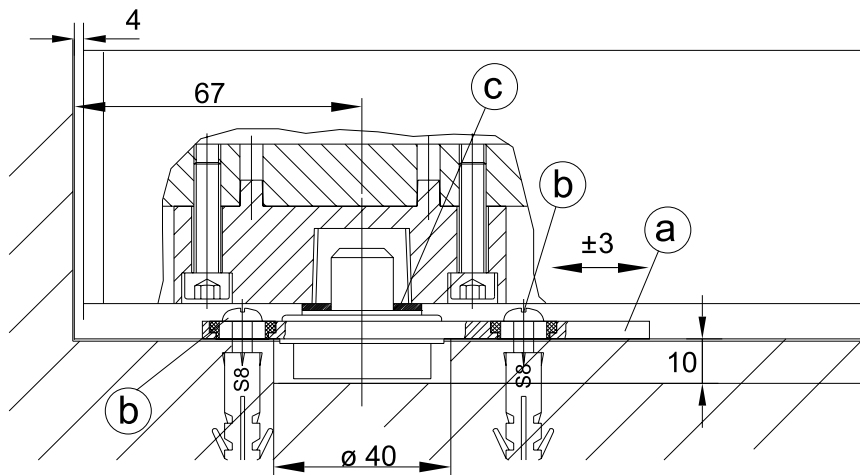

Bild 3
3. Untere Bodenlagerung bei Dreh-Endflügel (Bild 3):